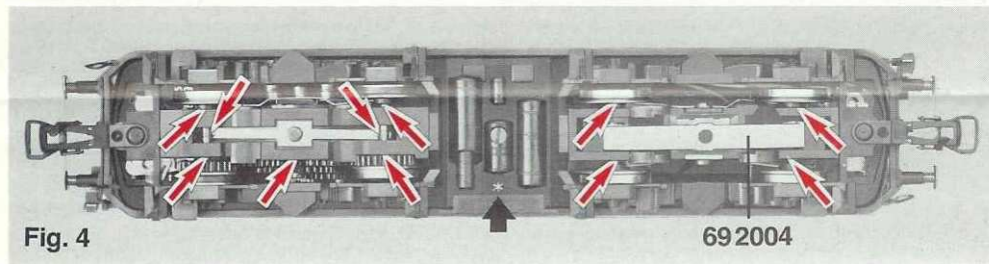

Fig. 4
* Dieser Stern bezeichnet die Masse-führende "gemeinsame Seite" der Lok (Fig. 4).
Der Schleifer 692004 ist am Drehgestell ohne Motor angeschraubt (Fig. 4).
* This star indicates the so called "common side" of the loco (fig. 4).
The **sliding pick-up shoe 69 2004** is screwed onto the bogie without motor (fig. 4).
* Cette étoile indique le côté "masse" de la locomotive qui est "commun" aux deux alimentations ci-dessus (fig. 4).
Le patin 69 2004 se visse au bogie sans moteur (fig. 4).
* Denna stjärna betecknar lokets "viktförande" sida (fig. 4).
Släpkontakten 692004 skruvas fast vid boggin utan motor (fig. 4).
* Questo asterisco contrassegna il "lato comune" della locomotiva che conduce a massa (fig. 4).
Il cursore 692004 è avvitato sul carrello senza motore (fig. 4).